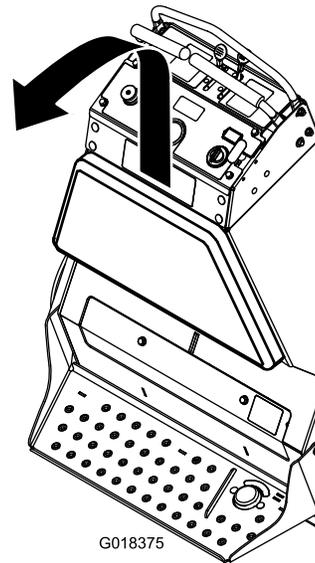

Figura 4
3. Afloje los 4 pernos situados dentro del bastidor que sujetan el cojín trasero a la unidad. Levante y tire hacia atrás del cojín para retirarlo (Figura 4).